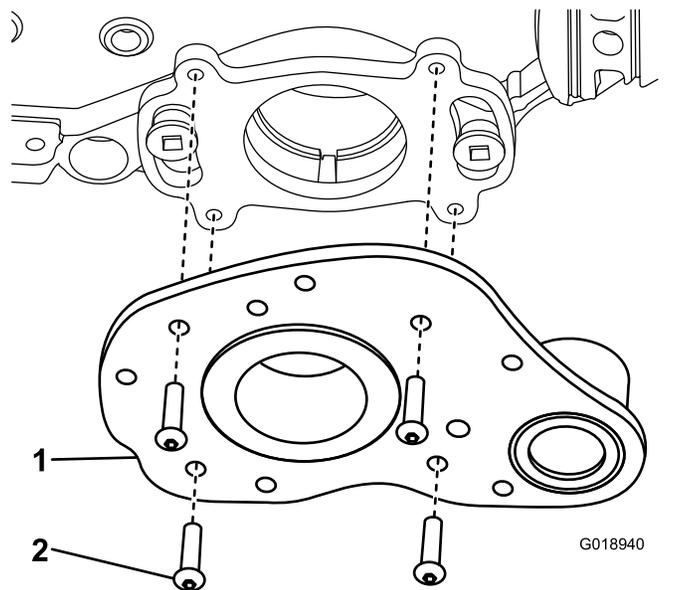

Figura 31
7. Remova os quatro parafusos que prendem o conjunto da transmissão do rastelo à placa de montagem traseira (Figura 31).